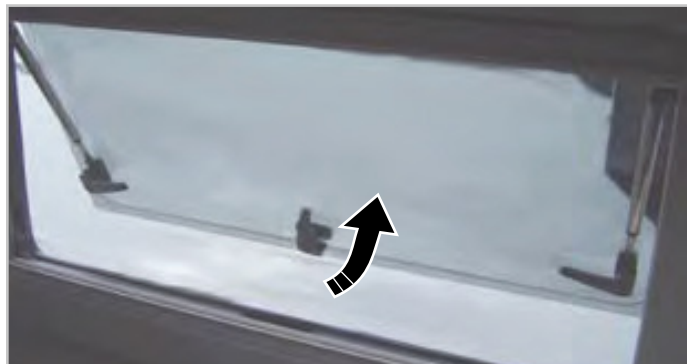

Fig.6.3 - Abertura de janelas
3. Abrir a janela empurrando-a do centro para a posição pretendida (Fig.6.3), a janela será automaticamente bloqueada.